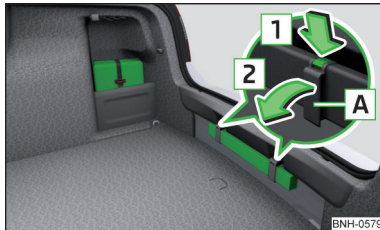

Abb. 154
Der Verbandskasten kann mithilfe eines Spannbands an der rechten Seite des Gepäckraums befestigt werden » Abb. 154.
Das Warndreieck kann in die Aussparung unter der Ladekante eingeschoben und mit Befestigungsbändern gesichert werden » Abb. 154.
- » Zum **Lösen** die Verriegelung am Band in Pfeilrichtung **1** drücken und das Band **A** in Pfeilrichtung **2** aufklappen » Abb. 154.